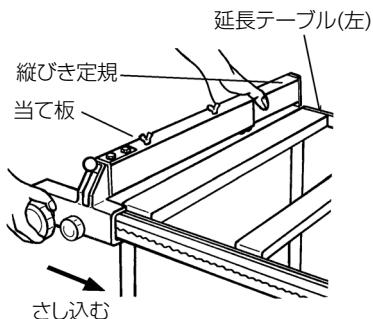
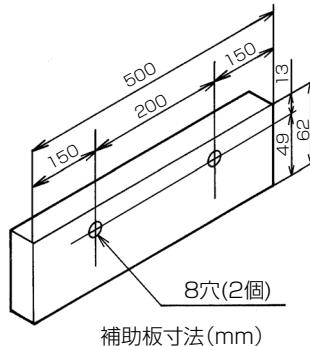

図 46
図 49
- 3 mm 以下の薄板を切断すると、当て板の下側にもぐり込みます。この場合、補助板をご使用ください。(図 49)
(2) 木材がのこ刃に触れない状態でスイッチを入れます。木材を縦びき定規にそって、ゆっくり押して切断してください。
(3) 縦びき定規を延長テーブルセット(左)(別売)側へ取付けることもできます。縦びき定規を本体の右端へ動かして取りはずしてから、延長テーブル(左)の左端よりさし込みます。(図 46)
(4) 縦びき定規より長手方向に短かい当て板(図 46 参照)が付いています。当て板を付けてご使用になると、切断途中、のこ刃と縦びき定規に木材がはさまれて反発するのを防止します。